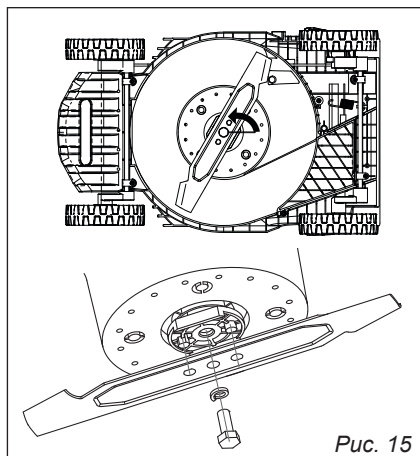

Рис. 15
4) Надежно зафиксируйте нож с помощью крепежного болта (рис. 15).